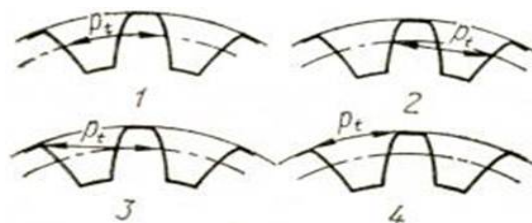

Рисунок 3
29. На каком рисунке правильно показан шаг зацепления (рис.3)?